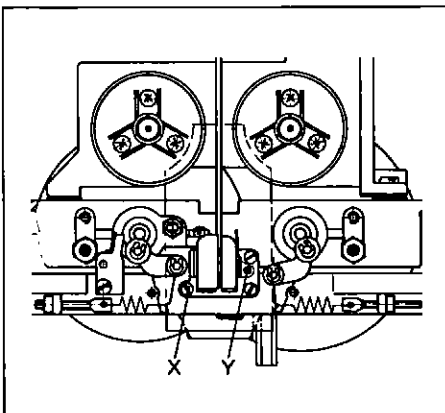

Fig. 5.4
- Tournez la vis Y (fig. 5.4) avec le tournevis cruciforme taille 00 pour obtenir un niveau maximal pour les deux canaux (différence minimale de phase).
- Mit Schraube X (Fig. 5.4) den Ausgangspegel beider Kanäle auf maximale Ausgangsspannung einstellen.
- With screw X (Fig. 5.4), adjust the output level of the two channels for maximum output voltage.
- Réglez à sa valeur maximale le niveau de sortie des deux canaux grâce à la vis X (fig.5.4). (Pour effectuer ce réglage, on peut se servir d'un phase-mètre et régler à l'erreur de phase minimale.)